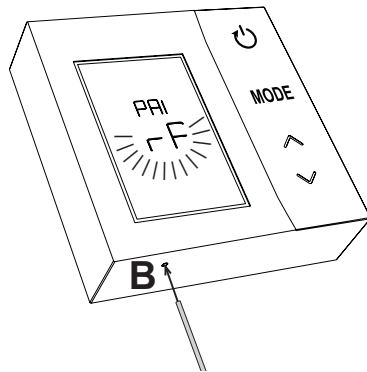

fig. 23
14. Appuyez sur la touche **B** du thermostat (« fig. 23 ») pendant 1 à 2 secondes à l'aide d'un objet pointu.